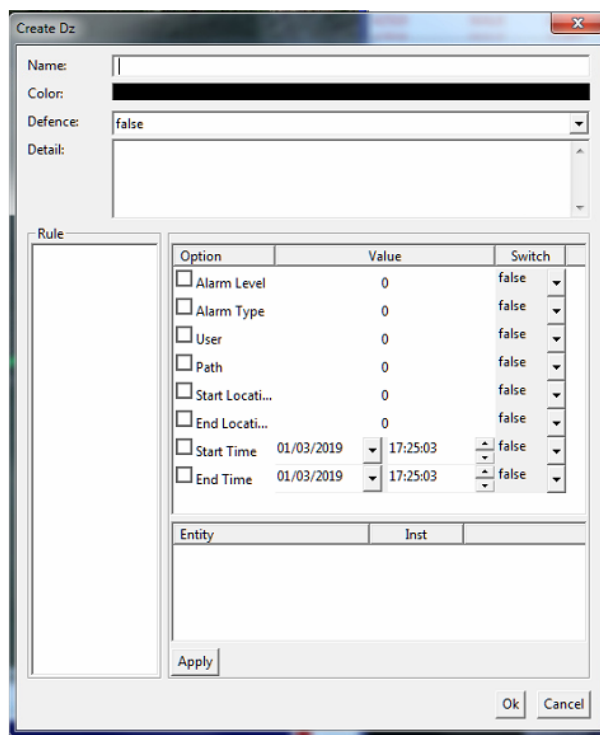

Рисунок 66. Настройка новой охраняемой зоны
- **Добавление охраняемой зоны.** Как показано на рис. 60, нужно нажать на кнопку «Add Dz» (Добавить охраняемую зону), а затем указать на карте границы новой охраняемой зоны, как показано ниже на рис. 66: